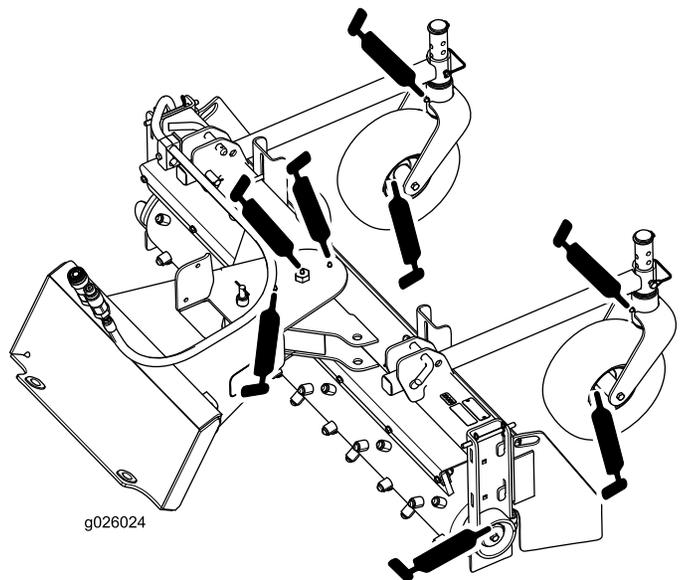
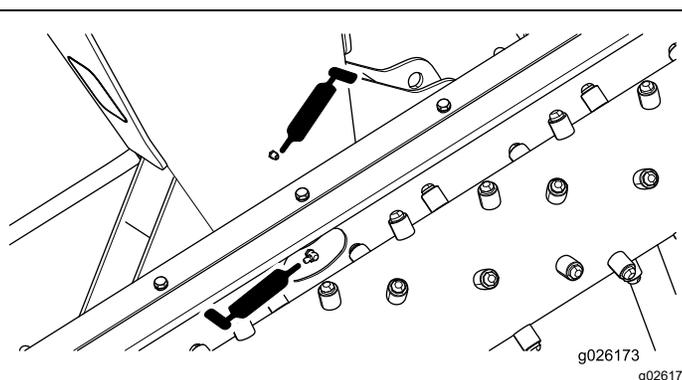

Figura 11
Figura 12
4. Aplique la cantidad necesaria de grasa a los engrasadores (Figura 11 y Figura 12).